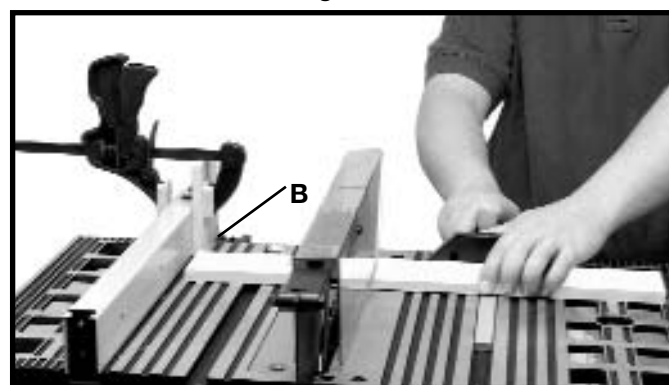

Fig. 39B
Al cortar transversalmente varias piezas de la misma longitud, se puede sujetar con abrazaderas un bloque de madera (B), Fig. 39B, al tope-guía y se puede utilizar dicho bloque como calibre de corte, de la manera que se muestra en la Fig. 39B. Es importante que este bloque de madera esté posicionado siempre delante de la hoja de sierra, de la manera que se muestra en la ilustración. Una vez que se haya determinado la longitud de corte, sujete firmemente el tope-guía y use el calibre de ingletes para hacer avanzar la pieza de trabajo hacia el corte. Este bloque de madera permite que la pieza que se esté cortando se mueva libremente a lo largo de la superficie de la mesa sin atorarse entre el tope-guía y la hoja de sierra, con lo que se reduce la posibilidad de retroceso y de que el operador sufra lesiones.
⚠ ADVERTENCIA CUANDO UTILICE EL BLOQUE (B), FIG. 39B, COMO CALIBRE DE CORTE, ES MUY IMPORTANTE QUE EL EXTREMO TRASERO DEL BLOQUE ESTÉ POSICIONADO DE MANERA QUE LA PIEZA DE TRABAJO NO TOQUE EL BLOQUE ANTES DE ENTRAR EN CONTACTO CON LA HOJA.